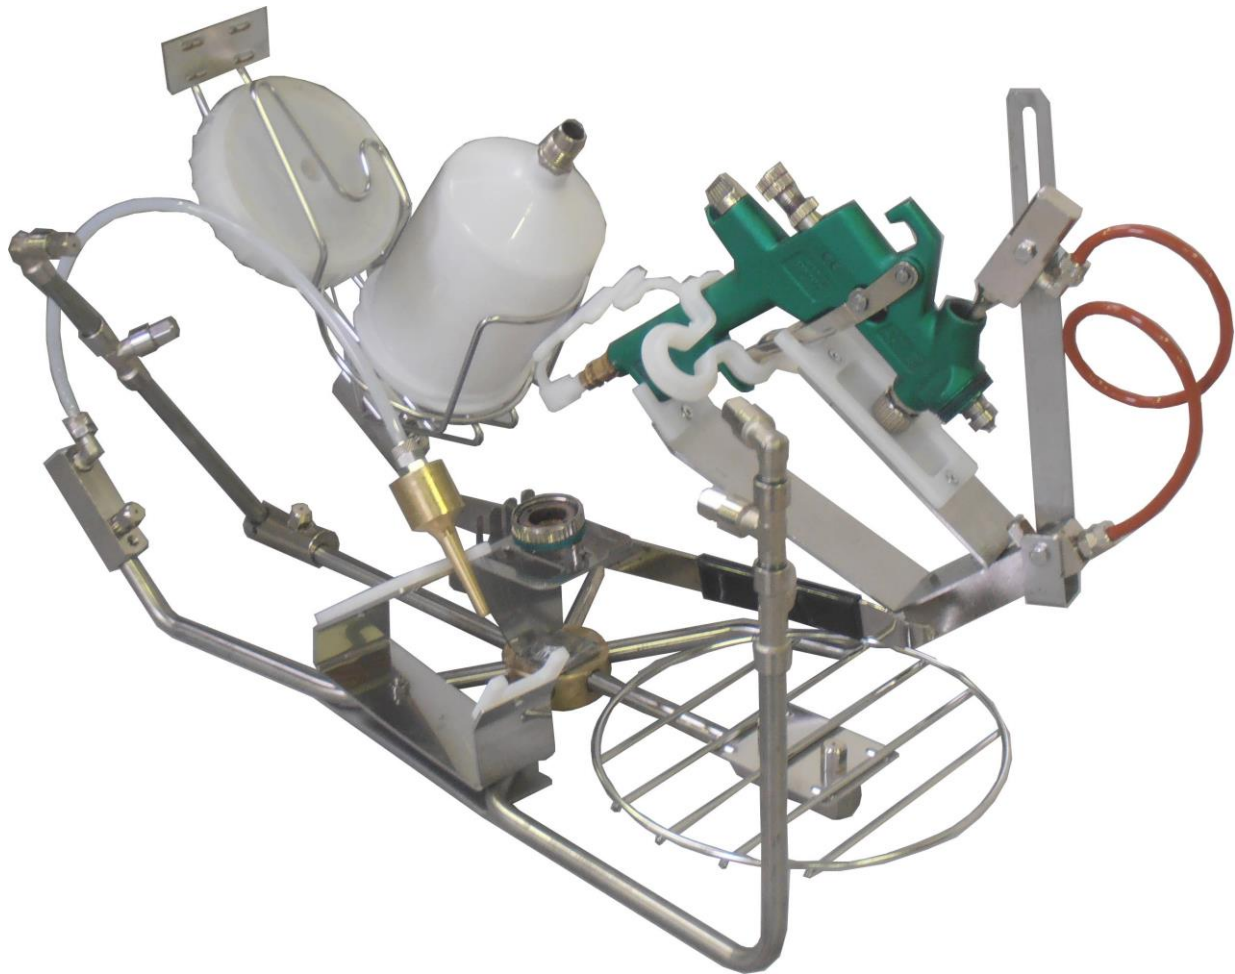

Abbildung 3A
5.3 WASCHEN EINER FALLPISTOLE (A) (siehe Abb. 3A)